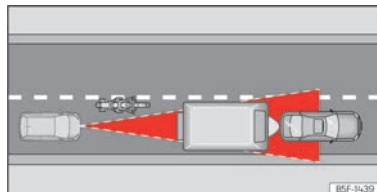

Abb. 118 Vorausfahrender Motorradfahrer außerhalb des Erfassungsbereichs des Radarsensors.
- Versetzt fahrende Fahrzeuge oder Fahrzeuge, die außerhalb des Erkennungsbereichs des Sensors fahren, z. B. Motorräder >>> **(Abb. 118)**.